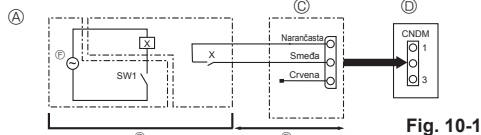

Fig. 10-1
- ① Primjer dijagrama strujnog kruga (funkcija zahtjeva)
- ② Raspored na mjestu postavljanja
- ③ Vanjski ulazni adapter (PAC-SC36NA-E)
- ④ Ploča za upravljanje vanjskom jedinicom
- ⑤ Najv. 10 m
- ⑥ Strujno napajanje za releji
10.1. Način tihog rada (izmjena na mjestu postavljanja) (Fig. 10-1)